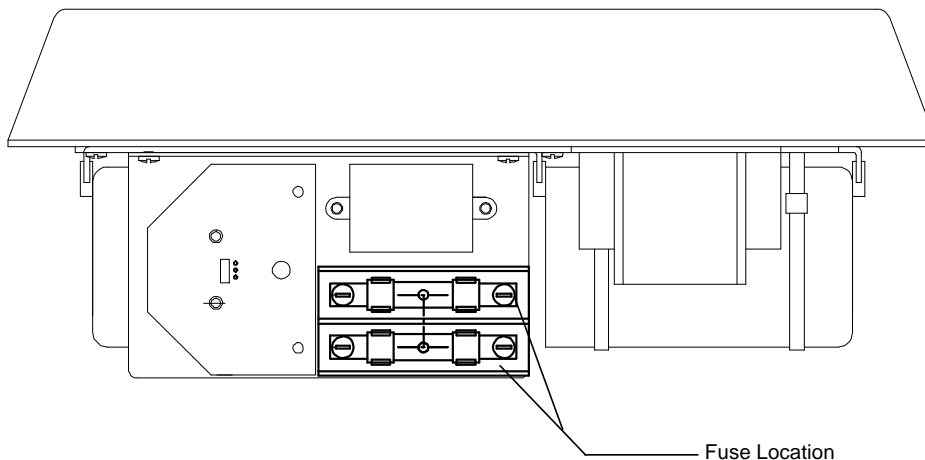
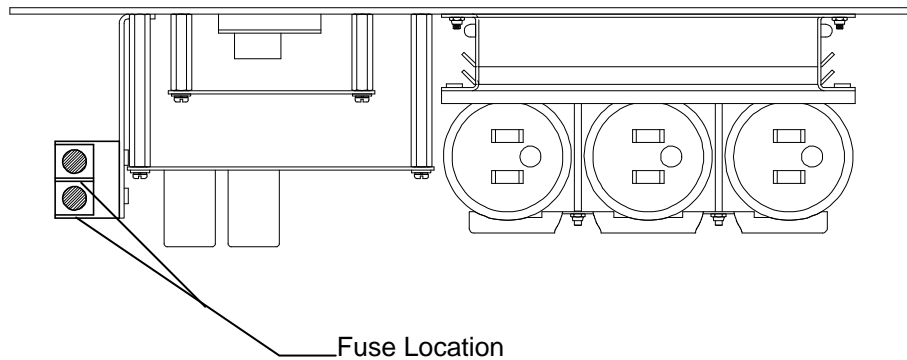

Figura 9-2: Fusibles secundarios del transmisor BITE 2 (vista frontal)
Figura 9-3: Fusibles secundarios del transmisor BITE 2P (vista frontal)
La salida del **transmisor** esta protegida con dos fusibles de 15 ATM y 600 V. Estos fusibles han sido instalados para proteger al operador de un posible shock y a los circuitos del BITE 2/2P en caso de fallo catastrofico de los componentes. Los fusibles secundarios estan montados en la parte inferior del panel base dentro del **transmisor** BITE 2 como muestra la Figura 9-2. Ver Figura 9-3 para la configuracion. Los fusibles estan coordinados para una respuesta rapida a una intrusion de corriente de la bateria en ensayo.
5. Localizar el portafusibles en la placa frintal del chasis del transmisor (ver Figura 9-2 mostrada anteriormente). El fusible deberia ser de 15 ATM o 15 KLM.